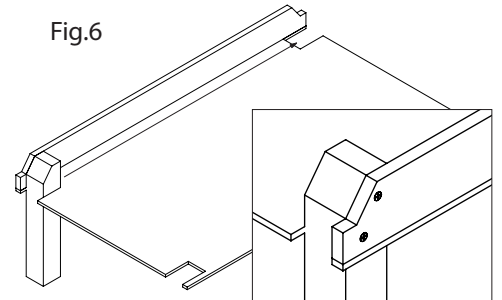

Fig.6
6. Encolar uno de los laterales (2) al borde del canto exterior en la placa base, y atornillar desde abajo. Nota: las partes avellanadas apuntan hacia afuera. Encolar y atornillar las patas como se ilustra en la Fig. 6.